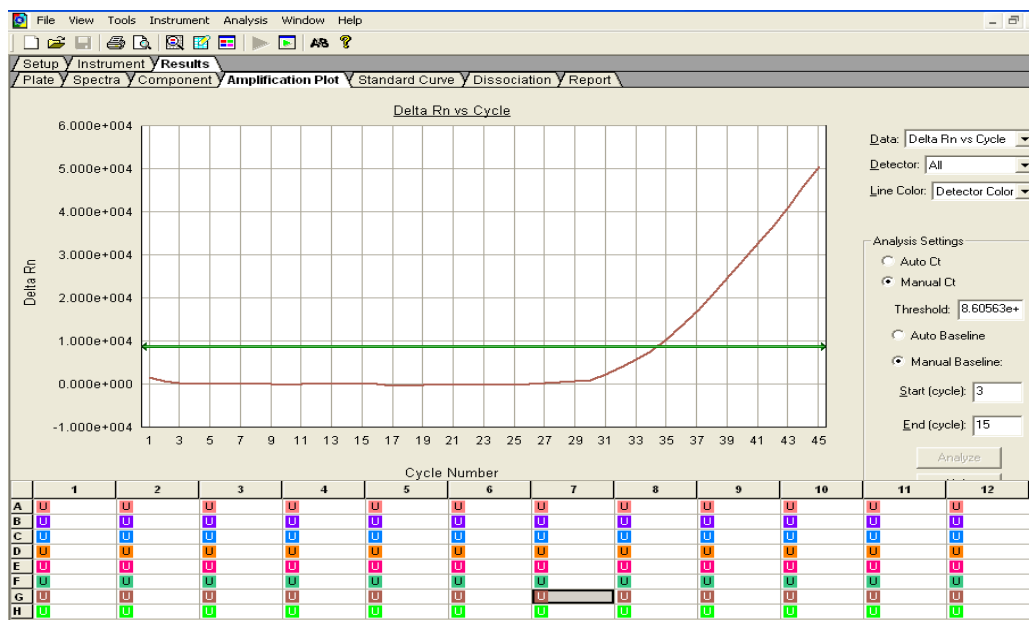

Figura 27.- Muestra con resultado de una **muestra para repetir**.
- q) **Muestras para repetir.** Serán aquellas en las que se presente alguna amplificación de resultados simultáneos de dos o más virus, propiciando a que su interpretación pudiera ser erróneamente reportada como una **coinfección**; también se considerará la repetición de muestras en las que no se presente amplificación del RP, asimismo, las muestras que no presenten amplificación alguna y que su resultado pudiera sugerir una mala toma de muestra, para confirmar si se tratara de un resultado **No Adecuado**. (Figura 27).